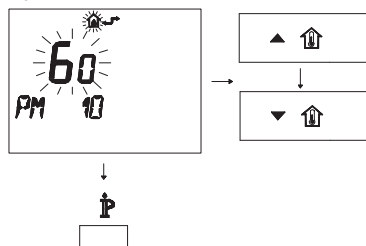

Рисунок 5.105
- Измените заданное значение при помощи кнопок ▲ ⬆️ или ▼ ⬆️ и подождите, пока заданная цифра не начнет мигать (Рисунок 5.105).